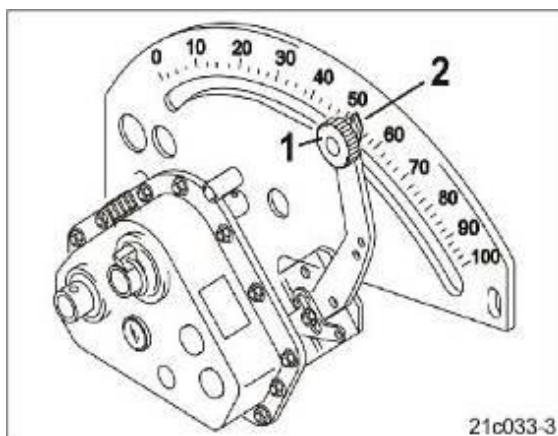

Рис.65
6.7.6. Ослабьте фиксирующую головку (Рис. 65/1).